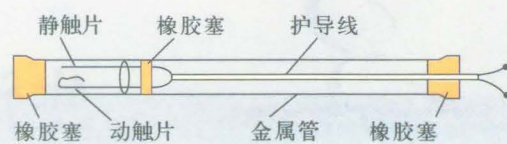

图3-2-7 感温管结构
(1) 感温开关的制作:取出废旧日光灯启动器中的动静触片.将它插入刚刚停止沸腾的水中,用镊子调整动静触片使两者刚好接触,然后取出吹干或烘干.找一根废旧电视机或收音机的拉杆天线,将它全部拉出后,用钳子把第一节管的根部夹断,取出完整的第二节管作感温开关管.找三个橡胶塞,把启动器的动静触片安装固定在管内(要密封),如图3-2-7所示.
(2) 安装方法:找一只外壳(如废旧门铃或袖珍收音机的外壳),将线路板和扬声器固定在其内部,感温管的一端插入并固定在外壳内,另一端(安装触片的一端)伸出外面.